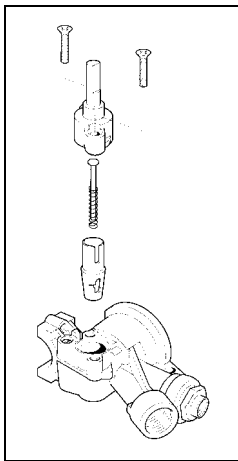

Fig.11
1. Démontez le corps de la valve en desserrant les deux vis positionnées sur le corps de celle-ci. (Voir la Fig. 11).